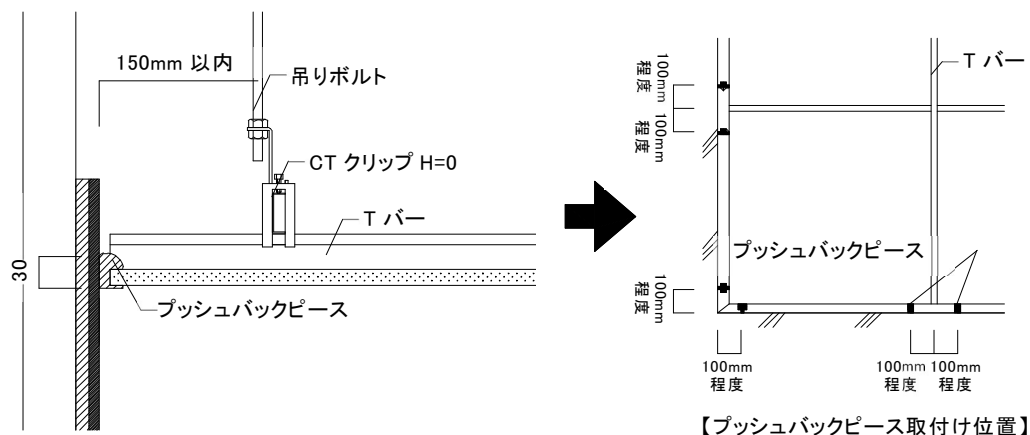

図2-8-2 プッシュバックピースの設置例
- 6) Tバーと同様に天井板にクリアランスを設置した場合は、廻り縁にゴムスポンジ(プッシュバックピース)をTバーから100mm程度の両端位置に貼りつけること。(図 2-8-2 参照)